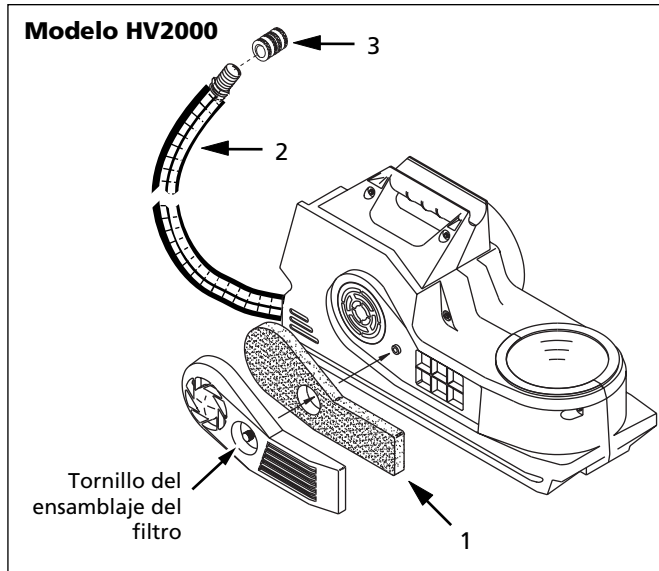

Figura 3
1. Quitele el tornillo que sostiene la rejilla del filtro con un desarmador (vea la Figura 3)